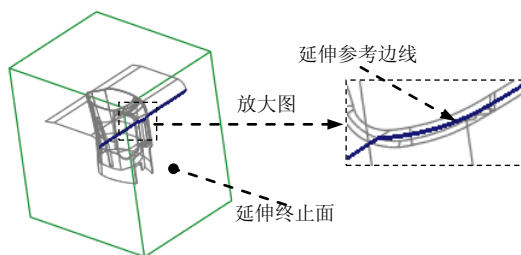

图 17.16 延伸参考边线
- (1) 选取图 17.16 所示的复制曲面的边线。
- (2) 单击 **分型面** 功能选项卡 **编辑** 区域的 **延伸** 按钮，此时出现 **曲面延伸：曲面延伸** 操控板。
- (3) 选取延伸的终止面。在操控板中按下 **选择** 按钮，选取图 17.16 所示的坯料表面为延